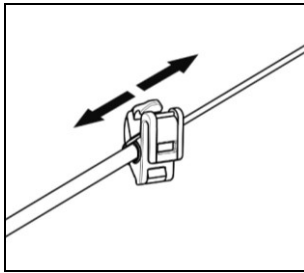

Fig. 24
- Regel de microfoon (Fig. 24).